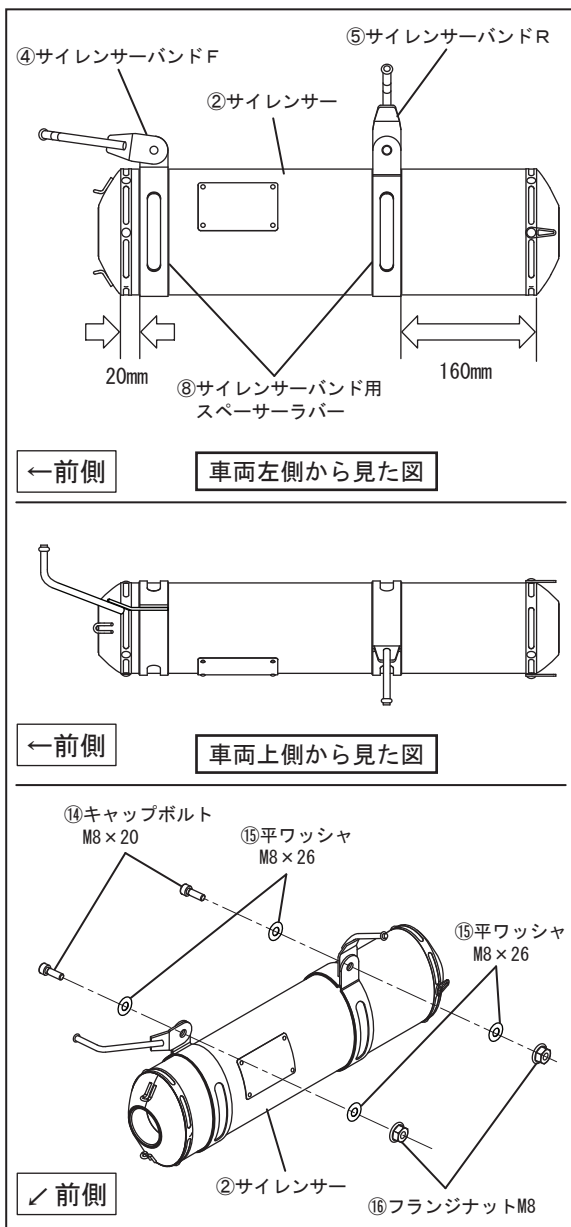

FIG. 4
5. ④サイレンサーバンドFに⑧サイレンサーバンド用スペーサーラバーを取り付けてから②サイレンサーに通し、カバーの前端から20mmの位置で⑭キャップボルトM8×20、⑮平ワッシャM8×26、⑯フランジナットM8を使用して仮締めして下さい。(FIG. 4 参照)
6. ⑤サイレンサーバンドRに⑧サイレンサーバンド用スペーサーラバーを取り付けてから②サイレンサーに通し、カバーの後端から160mmの位置で⑭キャップボルトM8×20、⑮平ワッシャM8×26、⑯フランジナットM8を使用して仮締めして下さい。(FIG. 4 参照)